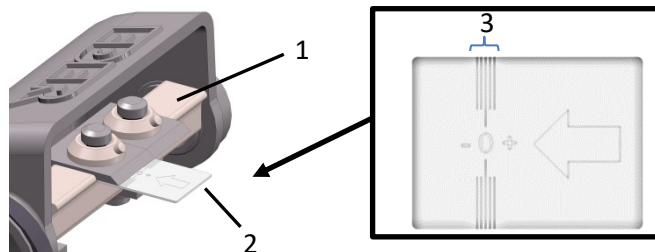

Fig. 7: Still inn kniven
- > Skyv innstillingsmalen (**2** – fig. 7) i pilens retning under kniven frem til barkingsvalsens (**1** – fig. 7).
OBS: Knivens barkingskant skal befinne seg i det markerte området (**3** – fig. 7).